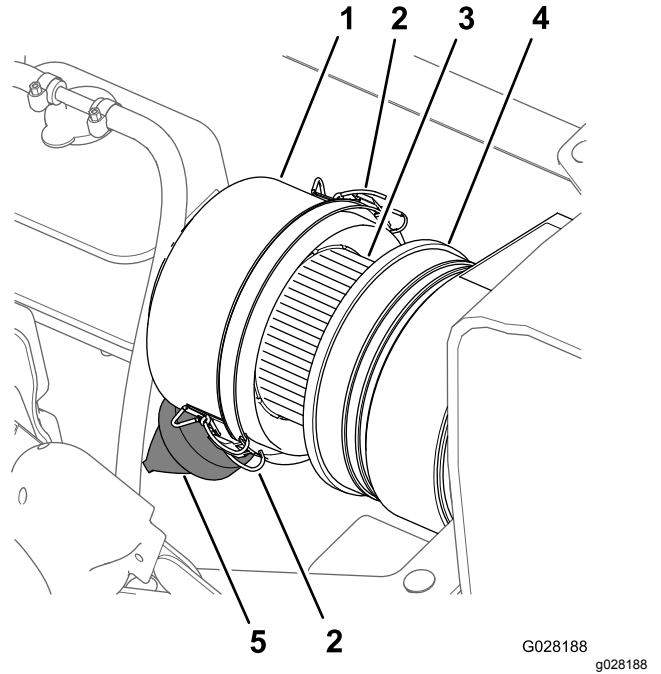
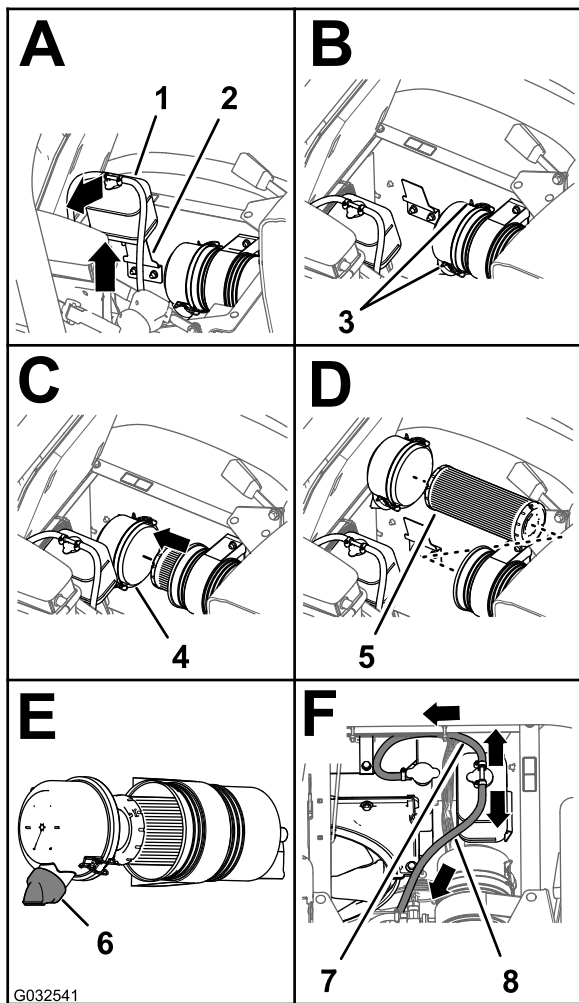

图 68
图 69
3. 清洁防尘盖和空气滤清器壳体图 68。
4. 检查空气滤清器壳体是否存在可能导致空气泄漏的损坏图 68。
5. 挤压防尘阀清除污物、灰尘和杂物 (图 68)。
7. 检查空气滤清器滤芯是否积聚了过多灰尘、污物和杂物图 68。
8. 将防尘盖安装到空气滤清器壳体上使用 2 个搭扣固定防尘盖图 68。
2. 清洁防尘盖和空气滤清器壳体 图 68。
3. 向上提起冷却液溢流罐并将其移离溢流罐支撑架 图 69。
4. 松开将防尘盖固定至空气滤清器壳体的 2 个搭扣 图 69。
6. 用湿抹布将防尘盖、空气滤清器壳体和防尘阀内部擦拭干净 图 68 和 图 69。
7. 将空气滤清器滤芯插入空气滤清器的壳体 图 69。
8. 将防尘盖安装到空气滤清器壳体上使用 2 个搭扣固定防尘盖 图 69。
注意 确保从尾端看时防尘阀在 57 点钟位置是对齐的 图 69。
9. 将冷却液溢流罐与溢流罐支撑架对齐稳固放置溢流罐 图 69。
重要事项 确保压力释放软管向前下方伸出溢流罐通风软管向后方伸出如 图 69 所示。